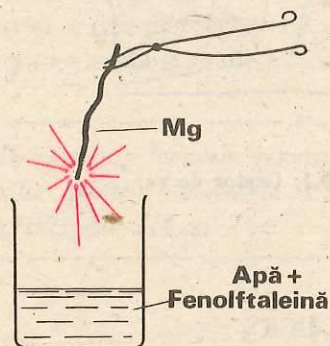

Fig. 8.3.
2. Aprindeți o panglică de magneziu, prinsă într-un clește de fier (fig. 8.3).